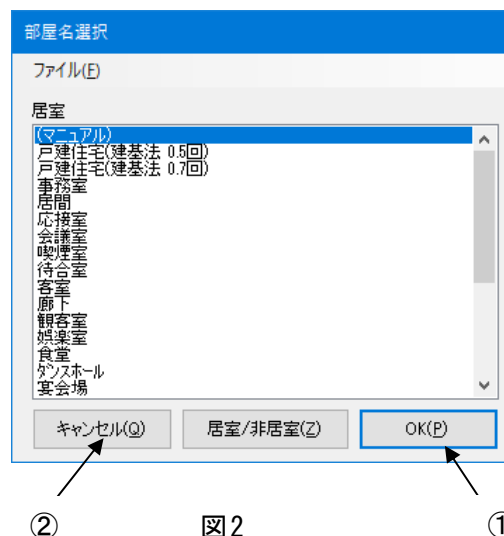

図 2
部屋名選択が (図 2) が表示されます。
選択したい部屋名をクリックして反転させ、**[OK (P)]** ボタン (図 2-①) をクリックするか、**[Enter]** キーを押します。又は選択したい部屋名をダブルクリックします。
「部屋名選択」画面で非居室を表示させたい場合は、**[居室/非居室 (Z)]** ボタン (図 2-②) をクリックします。